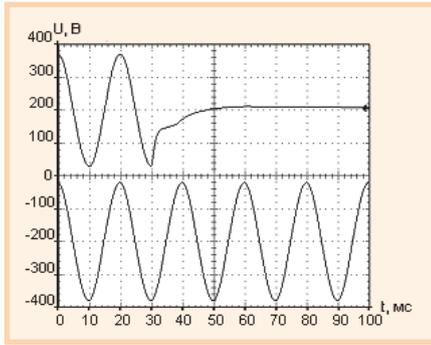

Рис. 5. Осциллограмма входного и выходного напряжений ИБП VFI
- выходной сигнал (рис. 5) является синусоидальным ($K_{ги} < 8\%$), его амплитуда и частота не зависят от входного сигнала (SS);
- динамические параметры класса 1 технически возможны только для ИБП VFI (111);